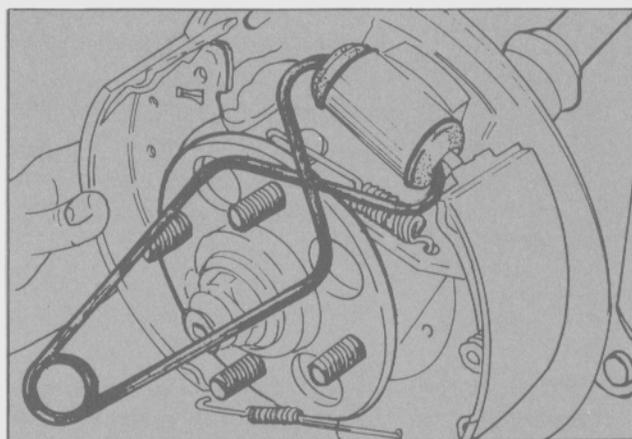

Fig. 52 - Instalación de la herramienta especial T60A-2190-BAS
- Una vez decidido el reemplazo de las cintas, instalar la herramienta especial T60A-2190-BAS para evitar que los pistones del cilindro de rueda se expandan (Fig. 52).